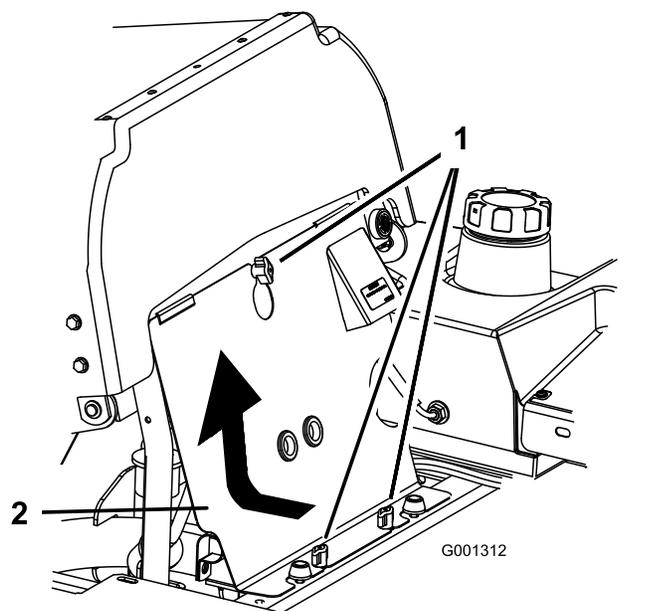

Figura 92
3. Allentate le manopole del pannello anteriore del motore e rimuovete il pannello (Figura 92).